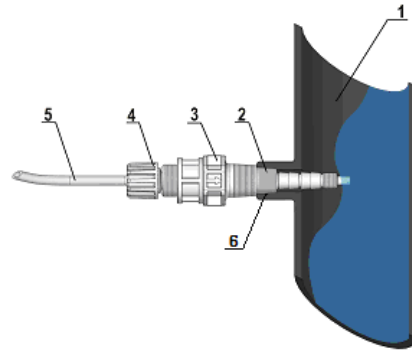

Fig. 7 - Montage raccord
Tant sur le tuyau de refoulement que sur celui d'aspiration, il faut éviter les coudes excessifs afin de ne pas provoquer des étranglements sur le tuyau. Appliquer sur le conduit de l'installation à traiter, au point le plus approprié pour effectuer l'injection du produit à doser, un raccord de 3/8" ou 1/2" femelle. Ce raccord est exclu de la fourniture. Visser la vanne d'injection dans le "raccord joint en utilisant" un ruban en PTFE voir fig. 7. Connecter le tube au raccord conique de la vanne d'injection et le bloquer à l'aide de la frette spécifique (4). La vanne d'injection est également un clapet de non-retour.